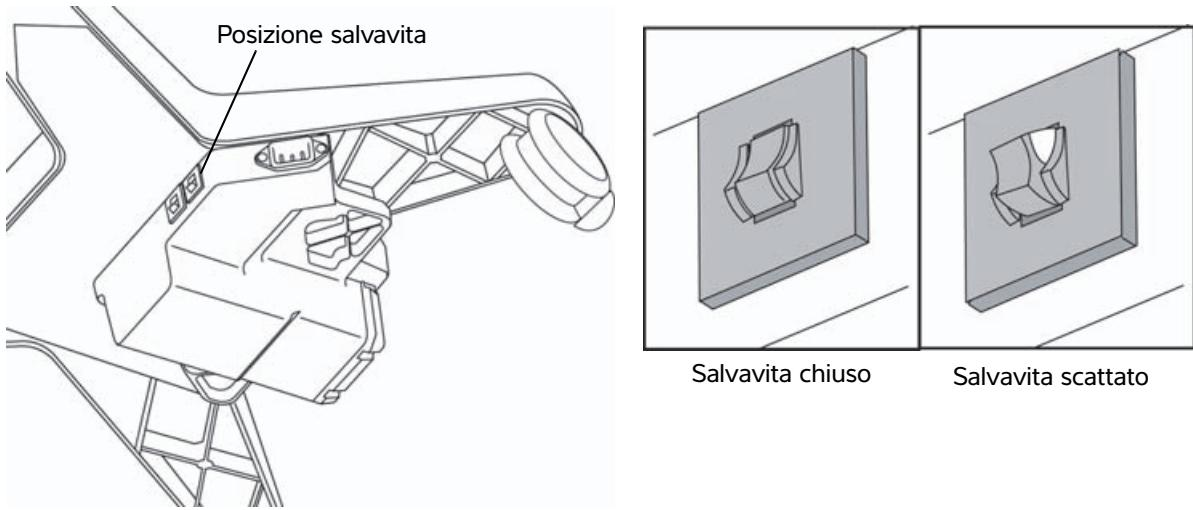

Figura 5 I salvavita del modulo di supporto sono sul lato inferiore del supporto.
- 3** Premere l'interruttore di ogni salvavita finché non si chiude. Consultare Figura 5 a pagina 55.